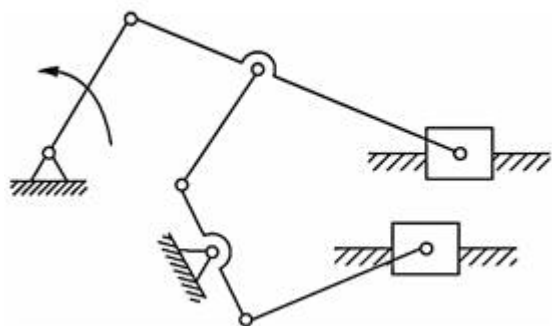
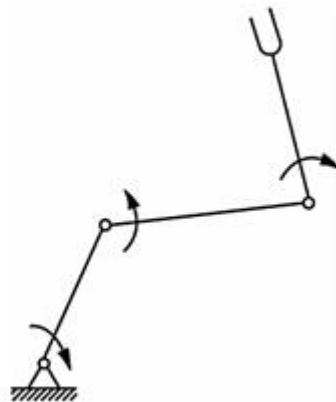

图 1-2-9 发动机机构
图 1-2-17 机械手
1-5至1-13 指出（图1-2-9 ~ 图1-2-17）机构运动简图中的复合铰链、局部自由度和虚约束，计算各机构的自由度。
解：（1）图1-2-9所示机构的自由度为
(9) 图1-2-17所示机构的自由度为